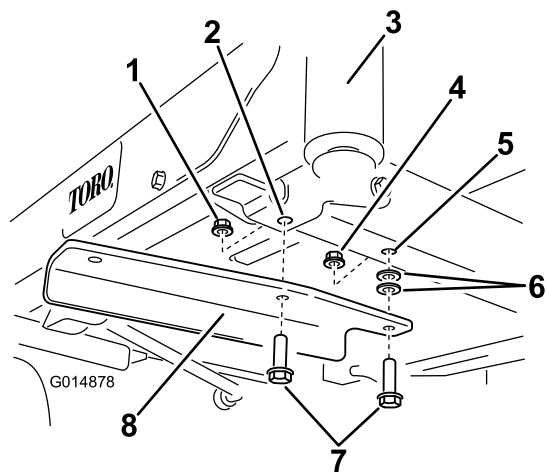

Figura 5
4. Instale el soporte izquierdo en la parte inferior del bastidor usando 2 pernos ($\frac{3}{8}$ " x $1\frac{1}{4}$ "), 2 arandelas y 2 contratuercas ($\frac{3}{8}$ ") (Figura 5).